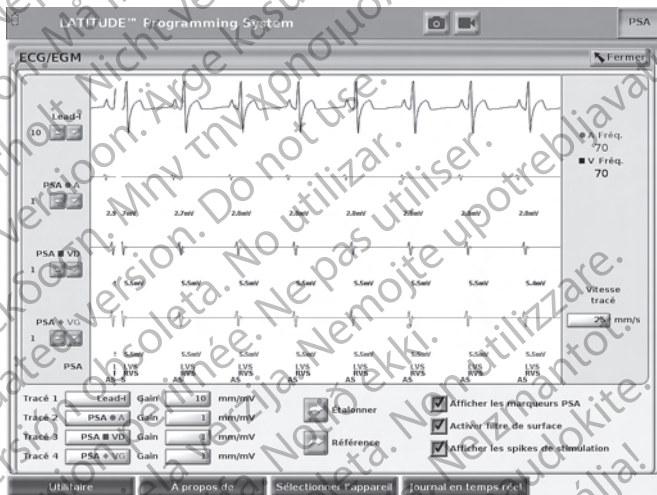

Figure 10. Écran Agrandir les tracés (durant une session du GI)
- Le bouton Agrandir les tracés  permet d'agrandir la région du tracé de la sonde afin de remplir la fenêtre de visualisation, et fournit des renseignements supplémentaires, comme illustré dans la Figure 10 Écran Agrandir les tracés (durant une session du GI) en page 30.
les tracés  qui se trouve sur la droite de l'affichage du tracé, puis utiliser les boutons suivants affichés à l'écran pour modifier les valeurs et l'apparence des tracés (se reporter à la Figure 10 Écran Agrandir les tracés (durant une session du GI) en page 30) :